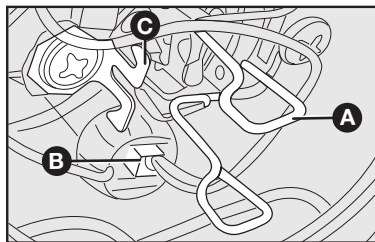

fig. 23
2) Soltar o conector **B-fig. 23**;
3) Apertar para baixo a presilha **A-fig. 23**, abrindo-a lateralmente para soltá-la da trava **C-fig. 23**;
5) Posicionar a nova lâmpada em seu alojamento, reenganchar a presilha de fixação **A-fig. 23** e encaixar o conector **B-fig. 23**;